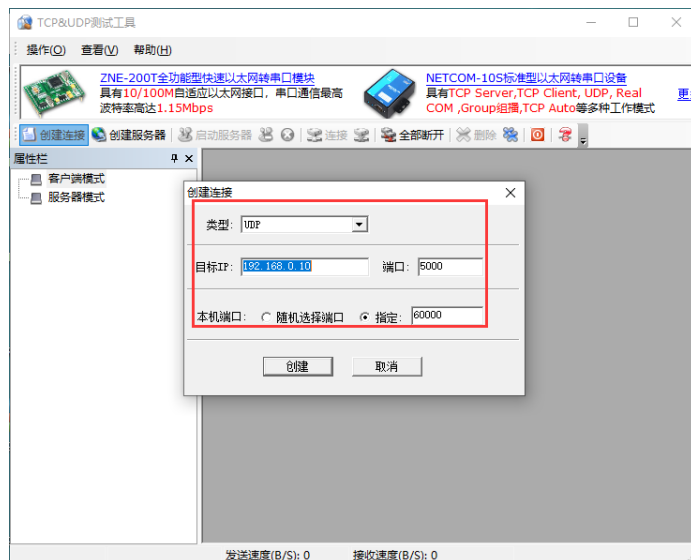

图 6-7 UDP 模式设置
- 3）将电脑 IP 设置为 192.168.0.1，打开“TCP&UDP 测试工具”，创建连接，模式选择 UDP，其他参数设置如图 6-7 所示。